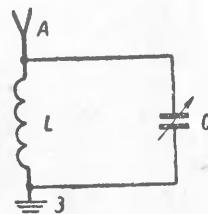

Рис. 217. Колебательный контур с антенной.
Если одну из обкладок конденсатора (рис. 217) заземлить (3), а другую присоединить к антенне *A* — высоко поднятому над землей проводнику, то переменные электрические и магнитные поля будут распространяться в пространстве на далёкое расстояние.
§ 149. Прием электромагнитных волн. Чтобы принять электромагнитные волны, необходимо иметь колебательный контур, соединенный с землей и антенной, принципиально такой же, как на передающей станции (см. рис. 217).